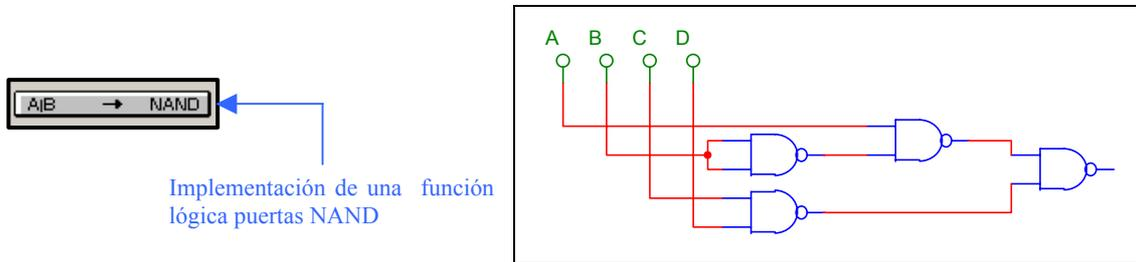

Fig. 43 Implementación de un circuito lógico con puertas NAND de 2 entradas
- Seleccionamos implementación de una función lógica con puertas NAND y obtendremos el circuito lógico implementado con puertas NAND de 2 entradas Fig. 43.